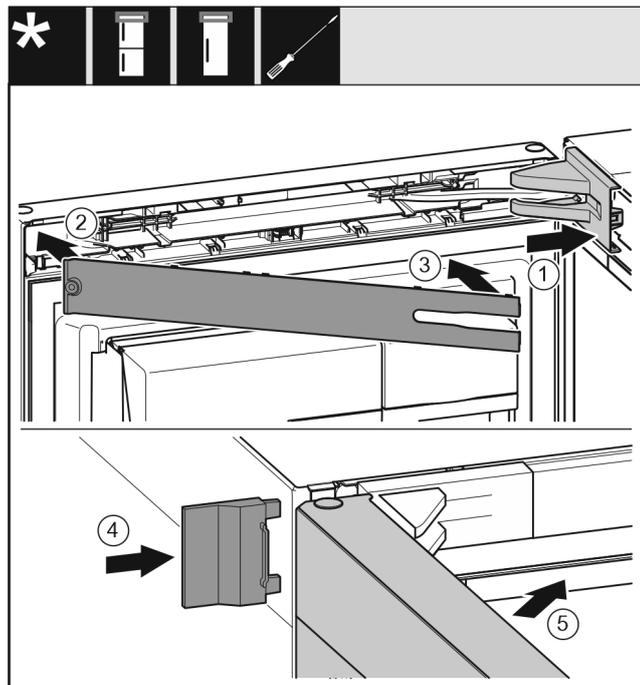

Fig. 57
- ▶ 放上并插入托架盖 Fig. 57 (1)，如有必要小心地按压分开。
- ▶ 盖上隔板 Fig. 57 (2)。
- ▶ 转入隔板 Fig. 57 (3)并卡入到位。
- ▶ 插入外盖 Fig. 57 (4)。
- ▶ 关闭冰箱上方门 Fig. 57 (5)。